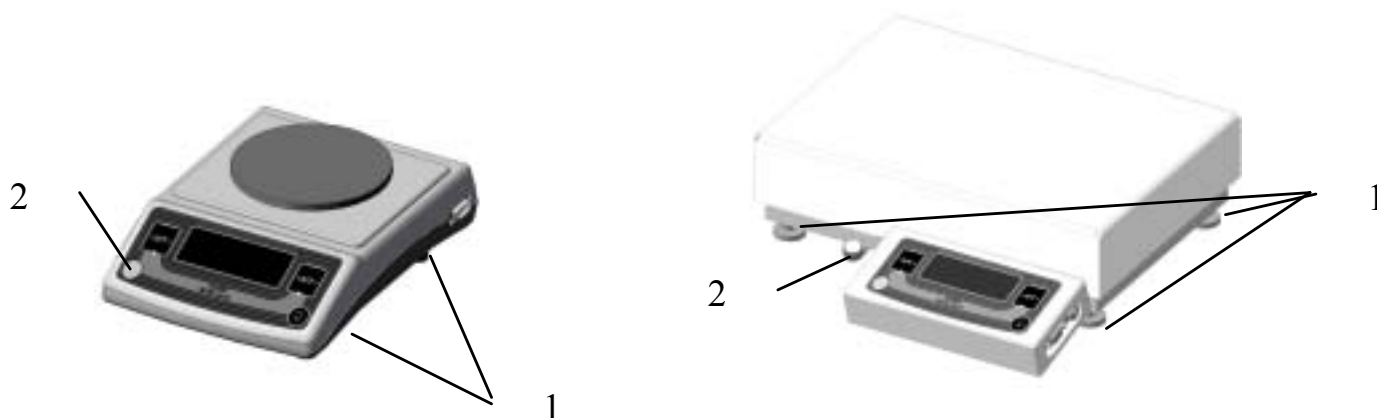

Рисунок 4 – Расположение индикатора уровня и регулировочных ножек
2.2.3.4 С помощью регулировочных ножек (Рисунок 4, поз. 1) и индикатора уровня (Рисунок 4, поз.2) выставьте весы на рабочем месте по уровню: пузырек воздуха индикатора уровня должен находиться в центре круга.